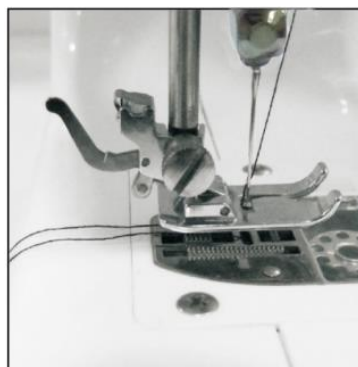

Abb.10
- 4) Ponovno zatvorite poklopac donjeg navoja, odvojite dva navoja i povucite ih prema stražnjem dijelu stroja ispod stopice, ostavljajući visjeti oko 15 cm konca. (Abb. 10)